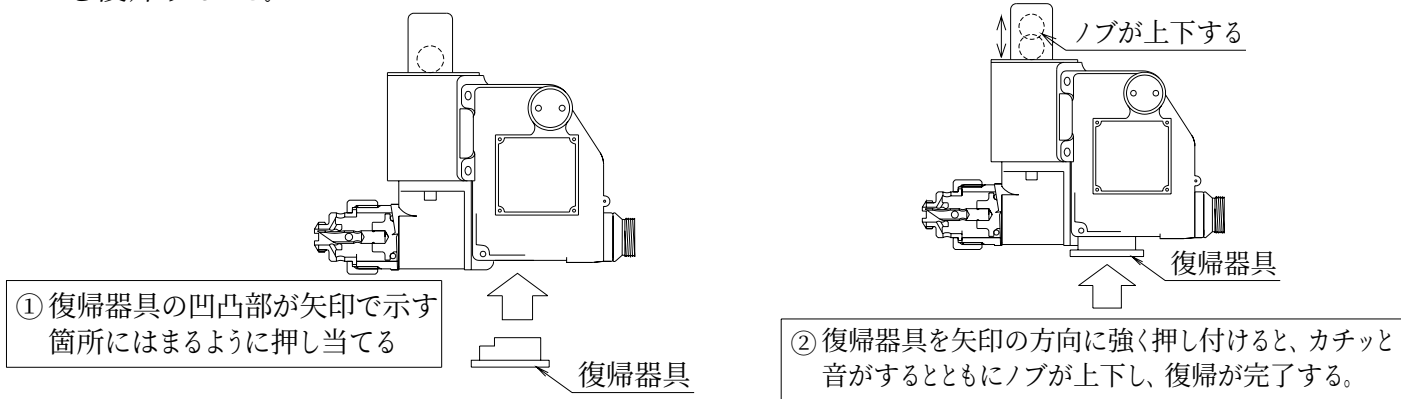

図3 復帰器具による復帰方法
- (1)起動弁開放装置の梱包を解き、起動弁開放装置の外観に異常がないことを確認する。
- (2)器具を使用せずに安全プラグを指で回し、起動弁開放装置の復帰状態を確認する。
- (a) 安全プラグが回らない場合(図3参照)
- (5)器具を使用せずに安全プラグを指で回して取外す。安全プラグが回らない場合は、起動弁開放装置が作動しており、この状態で無理に安全プラグを取外すと消火剤が放出して危険なので、ただちに起動弁開放装置を容器弁から取り外し、図3に示す手順で復帰器具を用いて復帰すること。
- (3)点検終了後、器具を使用せずに安全プラグを指で回して取外す。安全プラグが回らない場合は、起動弁開放装置が作動しており、この状態で無理に安全プラグを取外すと消火剤が放出して危険なので、ただちに起動弁開放装置を容器弁から取外し、図3に示す手順で復帰器具を用いて復帰すること。
危険	・ 起動弁開放装置作動時、カッターによる手などの損傷がないように注意すること。 ・ 安全プラグを取外す時は、器具を使用せずに必ず指で回して取外すこと。安全プラグが回らない場合は、起動弁開放装置が作動しており、この状態で無理に安全プラグを取外すと消火剤が放出して危険なので、ただちに起動弁開放装置を容器弁から取外し、図3に示す手順で復帰器具を用いて復帰すること。